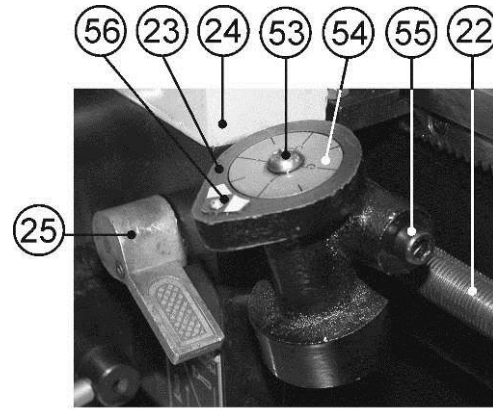
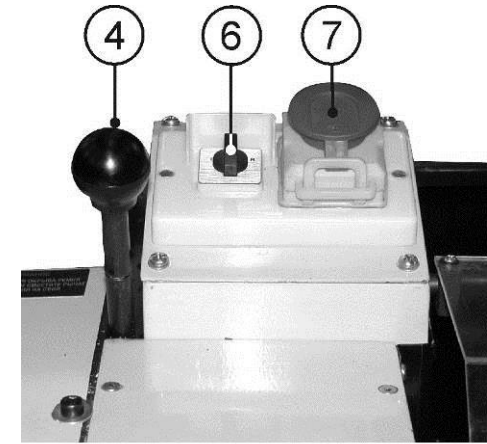
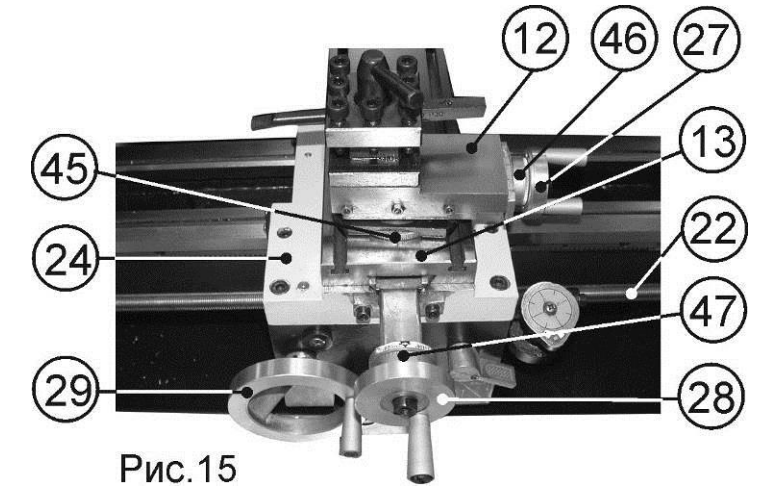
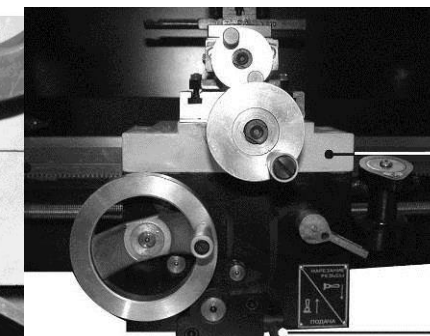

Рис. 20
Рис. 14
Рис. 15
Рис. 17
Станок включится (начнёт вращаться шпиндель), Рис. 14.
10.2.4. Направление вращения шпинделя определяется положением переключателя направления вращения шпинделя (6), Рис. 14.
10.8. Индикатор нарезания резьбы (Рис. 20)
10.8.6. Маховиком подачи поперечного суппорта (28), Рис. 2, установите глубину резания, не превышая 0,2 мм за один проход. Опустите вниз ручку управления разъемной гайкой ходового винта (25) и начните нарезание резьбы, Рис. 20.
10.8.7. По мере приближения резца к концу резьбы, отведите резец, используя маховик подачи поперечного суппорта (28), Рис. 15. Поднимите вверх ручку управления разъемной гайкой ходового винта (25), Рис. 20. Вращая маховик ручной подачи каретки (29), Рис. 15, отведите каретку назад к началу нарезания резьбы. Наблюдайте за вращающимся диском (54) индикатора нарезания резьбы (23). По мере совмещения метки (56) на корпусе индикатора нарезания резьбы (23) и ранее выбранного вами по таблице 5 числа индикаторного диска (54), резко опустите вниз ручку управления разъемной гайкой ходового винта (25) и начните нарезание резьбы. Повторяйте цикл нарезания резьбы до окончательных размеров.
10.8.8. Направление движения автоматической подачи каретки (24) и направление вращения шпинделя (30), Рис. 2, определяется положением переключателя направления вращения шпинделя (6), Рис. 14.
10.3. Точение (Рис. 15)
10.3.1. Установка и подача резца в продольном направлении станины (20) станка, Рис. 2, производится вращением маховика ручной подачи каретки (29), Рис. 15.
10.3.2. Точная установка и подача резца в продольном направлении производится маховиком подачи (27) поворотного суппорта (12), установленного параллельно ходовому винту подачи каретки (22), что соответствует совмещению метки на поперечном суппорте (13) и нулевой отметки шкалы (45) поворотного суппорта (12), Рис. 15.
10.3.3. Расстояние прохождения резца контролируется по шкале лимба (46), (1 деление = 0,025 мм), Рис. 15.
10.3.4. Установка и подача резца в поперечном направлении (установка глубины точения, торцевое точение) производится вращением маховика подачи поперечного суппорта (28), Рис. 15.
10.3.5. Глубина подачи резца в поперечном направлении контролируется по шкале лимба (47). При этом, глубина точения за один проход не должна превышать 0,3 мм (1 деление лимба=0,025 мм), Рис. 15.
10.3.9. Обнуление лимбов (46, 47) поперечного и поворотного суппортов производится вращением от руки соответствующего лимба до совмещения рисок нулевых отметок, Рис. 15.
10.4. Точение с автоматической подачей (Рис. 17, 18)
10.4.2. Положение переключателя направления вращения шпинделя (6), Рис. 14, соответствует направлению автоматической подачи каретки (24), Рис. 17.
10.4.3. Переключением рычага включения автоматической подачи (26) в верхнее положение приводится в действие автоматическое перемещение каретки (24), Рис. 17.
10.6.2. Для замены шестерен убедитесь, что аварийный выключатель (7) установлен в положение ВЫКЛ. и станок отключен от источника питания, Рис. 14.
10.7.8. По мере приближения резца к концу нарезаемой резьбы отведите резец (35), используя маховик подачи поперечного суппорта (28), п.10.3., Рис. 15, а переключателем направления вращения шпинделя (6), Рис. 14, включите в обратном направлении.
10.7.9. Когда резец пройдет начало нарезаемой резьбы на 3-5мм, установите переключатель направления вращения шпинделя (6), Рис. 14, в нейтральное положение. Маховиком подачи поперечного суппорта (28) установите последующую глубину резания, не превышая 0,2 мм за один проход (описано выше п.10.3.). Установите переключатель направления вращения шпинделя (6), Рис. 14, в первоначальное положение (п. 10.7.6.), выполните последующий проход.